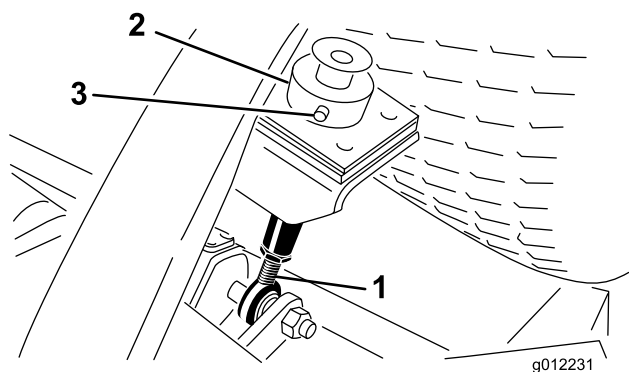
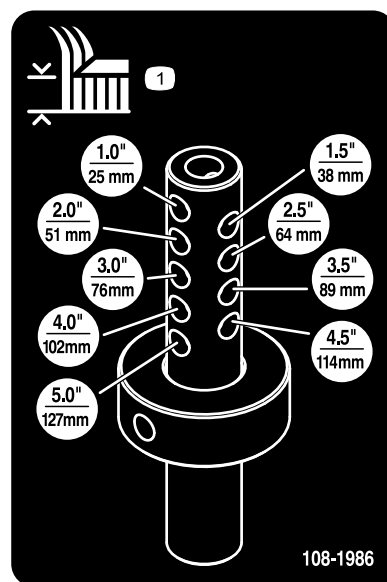

Figura 8
Figura 9
5. Retire el pasador y la chaveta que fijan el collar de ajuste de la altura de corte a la varilla de ajuste de la altura de corte en la parte trasera de la unidad de corte (Figura 8).
6. Alinee el collar de ajuste de la altura de corte con los taladros de ajuste de la altura de corte deseados de la varilla de ajuste de la altura de corte (Figura 8 y Figura 9).